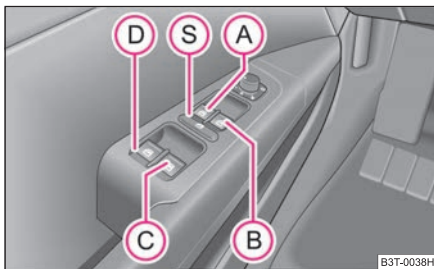
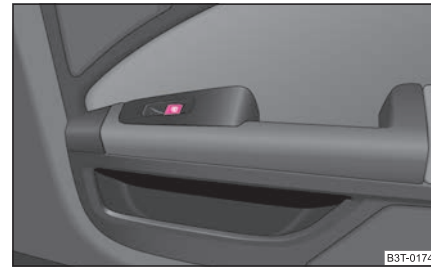

Abb. 36 Tasten in der Fahrertür
Abb. 37 Einbaulage des Schalters in der hinteren Tür
Die Schalter für die einzelnen Fenster befinden sich in der Armlehne des Fahrers ⇒ Abb. 36, des Beifahrers und in den hinteren Türen ⇒ Seite 49, Abb. 37
Sie können durch Drücken des Sicherheitsschalters (S) ⇒ Abb. 36 die Schalter der Fensterheber in den hinteren Türen außer Funktion setzen. Durch wiederholtes Drücken des Sicherheitsschalters (S) sind die Tasten der Fensterheber in den hinteren Türen wieder in Funktion. ▶
- Werden auf den Rücksitzen Kinder befördert, wird empfohlen, die elektrischen Fensterheber der hinteren Türen außer Funktion zu setzen (Sicherheitsschalter)  ⇒ Seite 48, Abb. 36.